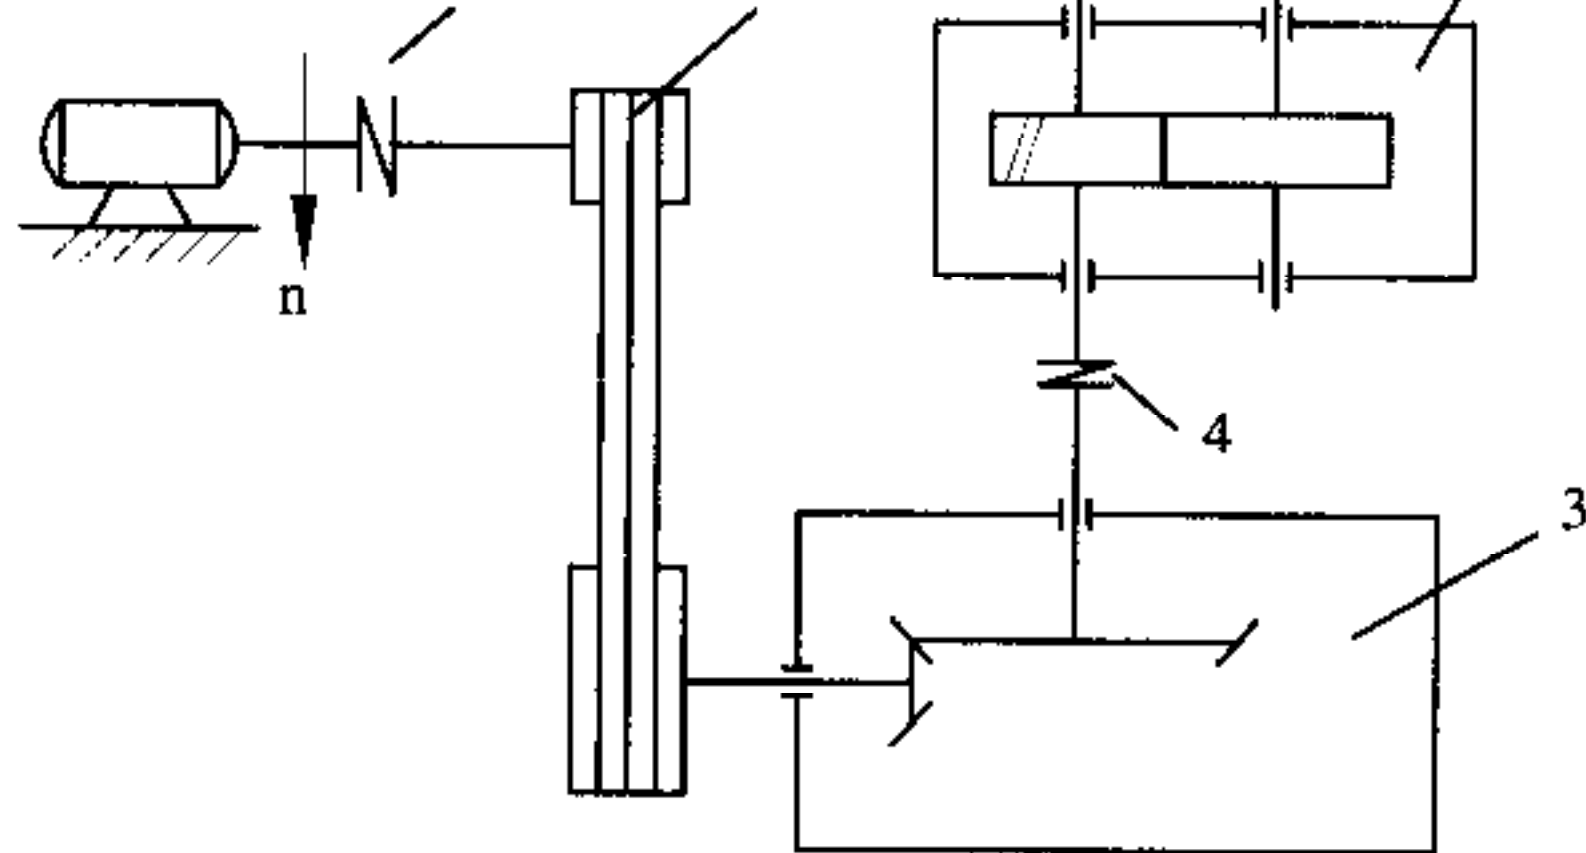

图 B. 27
- 按图 B.27 所示方案设计完成后, 若在安装时误用功率相同而转速大两倍的电动机, 试分析可能出现的问题。(图示中负载转矩  $T_w$  保持不变)